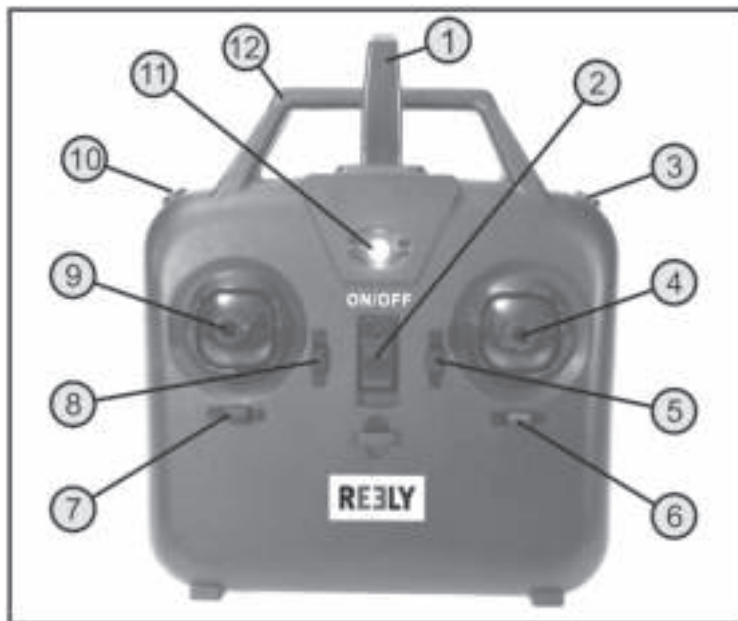
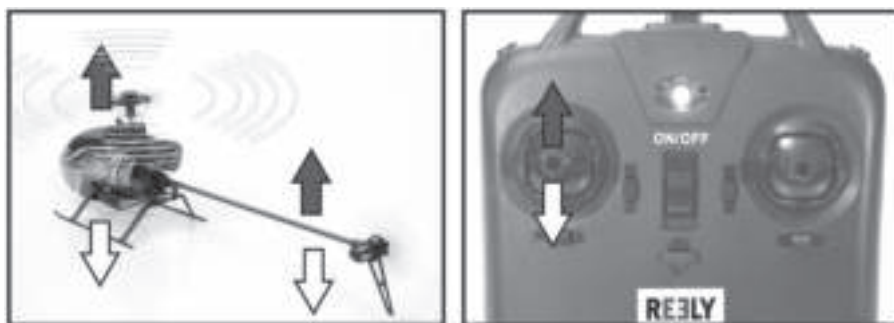

Figure 1
Figure 8
Pour ce faire, faites glisser l'interrupteur Marche/Arrêt (voir également figure 1, pos. 2) de la position inférieure (« OFF » =arrêt) vers la position supérieure (« ON » = Marche).
L'émetteur émet un signal sonore et l'affichage LED (voir également figure 1, pos. 11) commence à clignoter lentement.
Déplacez le levier de commande des fonctions de Pas et Arrière (voir également la figure 1, pos. 9) vers la position la plus élevée. L'émetteur émet de nouveau un signal et le voyant à diode LED clignote alors rapidement.
Mettez ensuite l'émetteur en marche au moyen de commutateur Marche/Arrêt (voir figure 1, pos. 9).
Déplacez à présent le manche pour la fonction de Pas et Arrière (voir figure 1, pos. 9) une fois à fond vers le haut, puis à fond vers le bas et de nouveau en position centrale. Cela permet de relier numériquement le modèle à la télécommande pour pouvoir procéder aux commandes.
La liaison correcte entre le modèle et l'émetteur peut être facilement vérifiée avant un décollage. Pour ce faire, déplacez le levier de commande de la fonction de Tangage et de Roulis (voir figure 1, point 4). Le plateau cyclique situé sous la tête du rotor doit toujours se déplacer dans le même sens que la déviation du levier.
A l'aide de la fonction de Pas, vous pouvez régler la hauteur de vol de l'hélicoptère (voir figure 8). La commande s'effectue à l'aide du levier de commande de gauche (voir également figure 1, pos. 9). Celui-ci peut être déplacé vers le haut et vers le bas à partir de la position centrale. Comme les angles d'incidence des deux pales du rotor principal ne sont pas interchangeables, la régulation de l'altitude de vol se fait en modifiant la vitesse du rotor principal.
Si le levier de commande se trouve en position médiane, l'hélicoptère se maintient à la même altitude. Lorsque l'on déplace le levier vers le haut, la vitesse du rotor principal augmente et le modèle réduit d'hélicoptère monte (voir les flèches sombres à la Figure 8). Lorsque l'on déplace le levier vers le bas, la vitesse du rotor principal diminue et le modèle réduit d'hélicoptère descend (voir les flèches claires de la figure 8).
Les fonctions de contrôle illustrées aux figure 8 à figure 12 avec les affectations de leviers de commande correspondent au mode de télécommande II largement utilisé. Cependant, certains pilotes de modèles réduits préfèrent le mode I, où la fonction de Pas est contrôlée à l'aide du levier de droite et la fonction Tangage avec le levier de gauche.